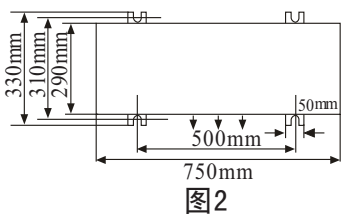

图2
- (2) 尽量安装于房屋的东或北方。如装于南或西方是无可避免时，应有遮盖物遮盖。
- (3) 最好不要安装在污秽或雨淋的地方。
- (4) 尽量靠近室内机组安装。
- (5) 室外机外形尺寸及安装固定孔位置见图2